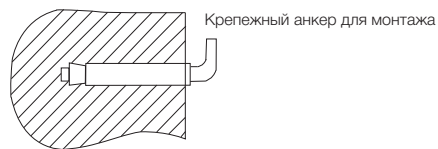

Рис. 2
2. После выбора места монтажа определите места под два крепежных болта с крюками (в зависимости от спецификаций выбранного изделия). Прорежьте в стене два отверстия необходимой глубины с помощью сверла размером, соответствующим размеру крепежных болтов, вставьте винты, поверните крюк вверх, плотно затяните гайки, а затем установите на него электрический водонагреватель (см. рис. 2).